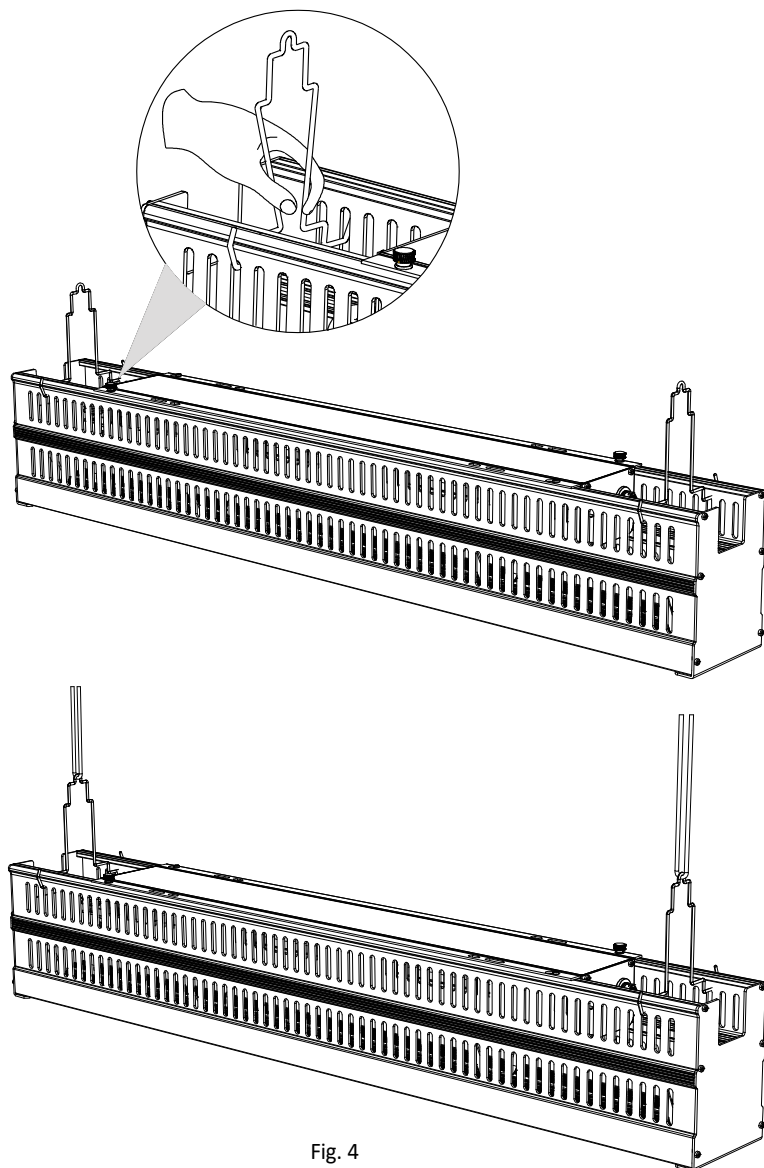

Fig. 4
1) Avec le support de fixation A (pièce E), voir fig. 4.